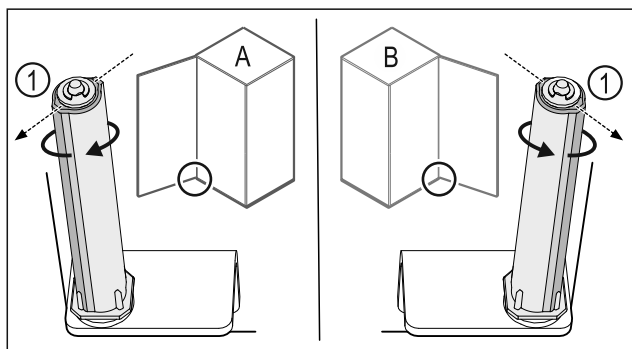

Fig. 40 Lewy ogranicznik (A) / prawy ogranicznik (B)
- ▶ Przekręcić system blokujący w kierunku przeciwnym do oporu, aż pręt systemu blokującego Fig. 40 (1) będzie skierowany na zewnątrz.